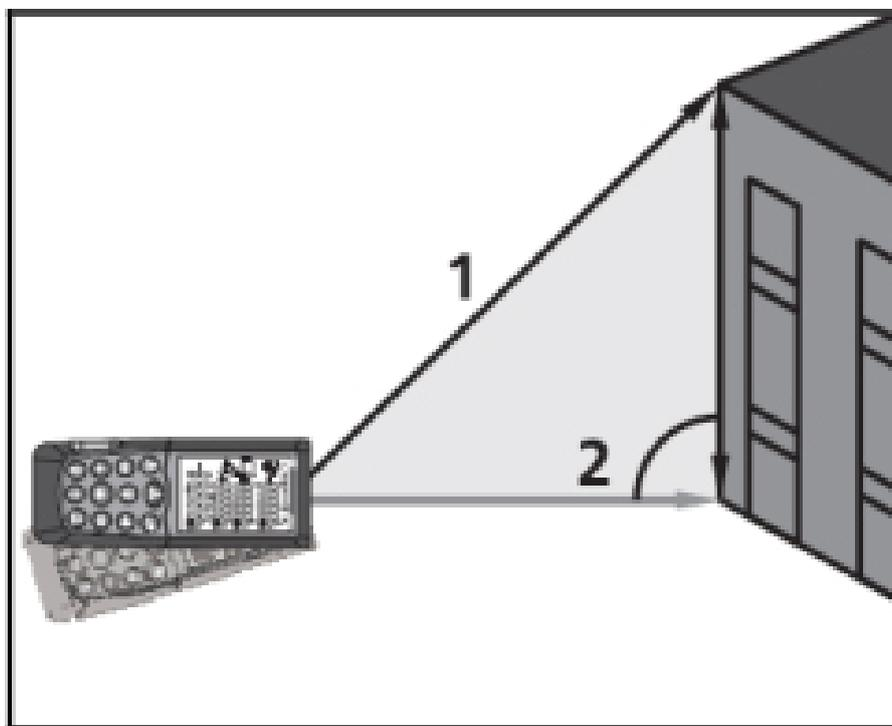

Fig. 9: Execução da medição Indireta com 2 pontos
3. Colocar o instrumento no ponto mais alto (1) da medição (ver Fig. 9) e premir o botão  ou o botão lateral **MEAS** para efetuar a medição. O resultado é apresentado no primeiro display parcial. O símbolo "" é apresentado no display com o lado "2" intermitente
4. Colocar o instrumento na posição mais horizontal possível (2) da medição (ver Fig. 9) e premir o botão  ou o botão lateral **MEAS** para efetuar a medição. O resultado é apresentado no segundo display parcial
5. O valor final do resultado (obtido como  $\sqrt{(1)^2 - (2)^2}$ ) é apresentado no display resultante